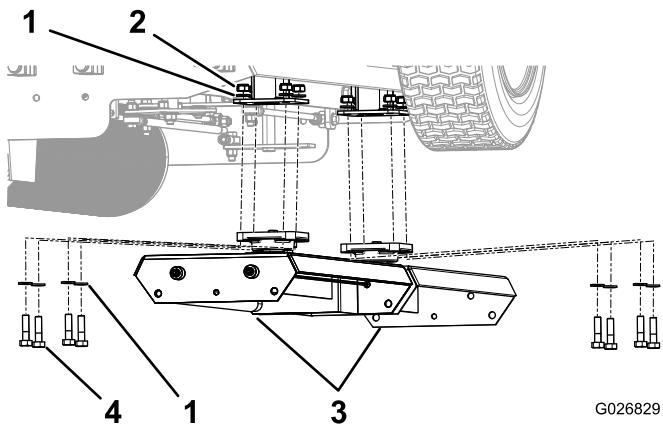

Figure 2
3. Déposez les têtes de direction de la machine, comme montré à la Figure 2.